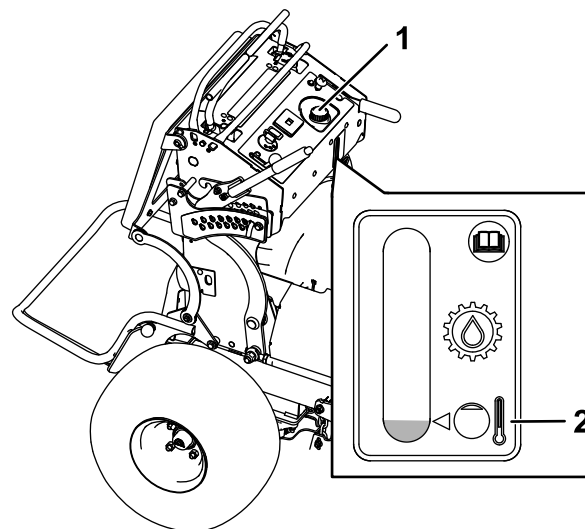

Bild 77
5. Drehen Sie den Deckel vom Einfüllstutzen ab (Bild 77).
4. Reinigen Sie den Bereich um den Deckel und den Einfüllstutzen des Hydraulikölbehälters (Bild 77).